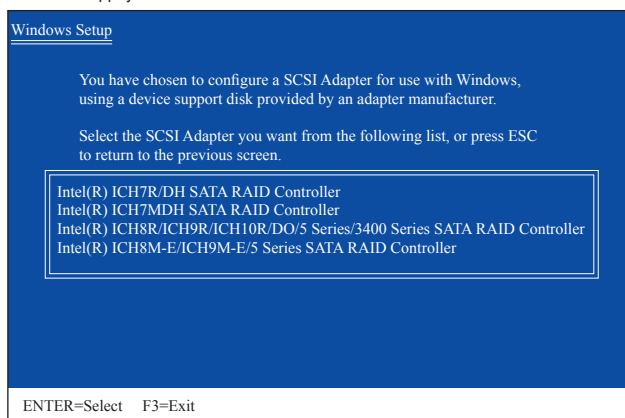

Figure 2
Insérez la disquette contenant le pilote SATA RAID/AHCI et appuyez sur <S>. Un menu du contrôleur, similaire à celui dans Figure 2 ci-dessous, apparaîtra. Sélectionnez **Intel(R) ICH8R/ICH9R/ICH10R/DO/5 Series/3400 Series SATA RAID Controller** et appuyez sur <Enter>.